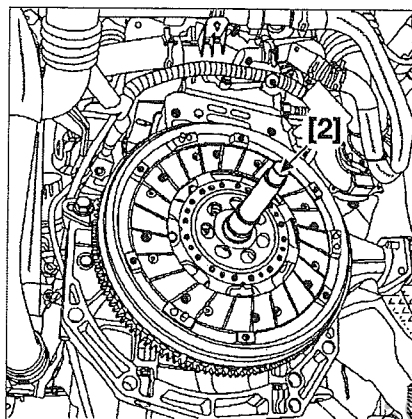

FIG. 2
- Centrer le disque d'embrayage à l'aide du mandrin de centrage [2] (Fig.2).